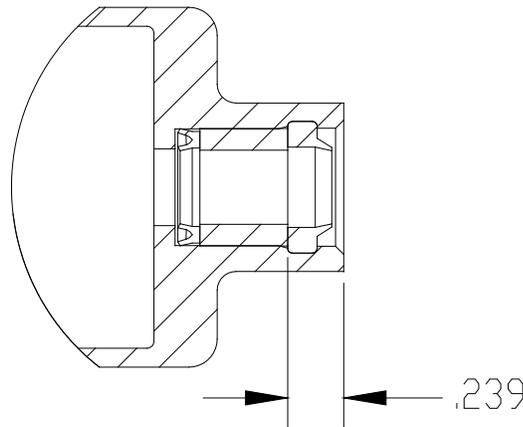

Abbildung 65
- Der Dichtring der Kolbenstange sollte ersetzt werden, wenn an der Stange Luft austrat, wenn er entfernt wurde oder wenn die innere Lippe uneben oder abgenutzt ist. Verwenden Sie eine Pinzette oder einen Draht, um die Lippe nach innen umzulegen und von innen aus dem Zylinder zu ziehen. Reinigen Sie die Nut zwischen dem Zylinderflansch und dem Lager (siehe Abb. 65). Tragen Sie überall auf den neuen Dichtring Bettcher® Max-Z-Lube -Fett auf und drücken Sie ihn von der gleichen Seite, von der er entfernt wurde, in das vordere Zylindergehäuse. Verwenden Sie ein stumpfes Objekt, um ihn allmählich in Position zu bringen. Stellen Sie sicher, dass die Lippe nach innen in den Zylinder ausgerichtet ist.
Wischen Sie die Bohrung sauber und tragen Sie auf die Bohrung und auf den neuen Dichtring Bettcher® Max-Z-Lube -Fett auf. Montieren Sie den Dichtring mit der Lippe nach innen zeigend von vorne bis er vollständig anliegt. Setzen Sie das Lager rechtwinklig an der Bohrung an und drücken Sie mit einem Bolzen mit etwas weniger als 12,7 mm (1/2") Durchmesser das Lager hinein, bis wie in Abb. 65 gezeigt seine Außenkante mit der hinteren Fläche der Abstreifernut (6,07 mm (0,239") von der Frontfläche des Führungsflansches) bündig abschließt. **Drücken Sie nicht zu stark, denn dadurch könnte der Dichtring beschädigt werden.** Montieren Sie einen neuen Abstreifer entsprechend der Anleitung oben.